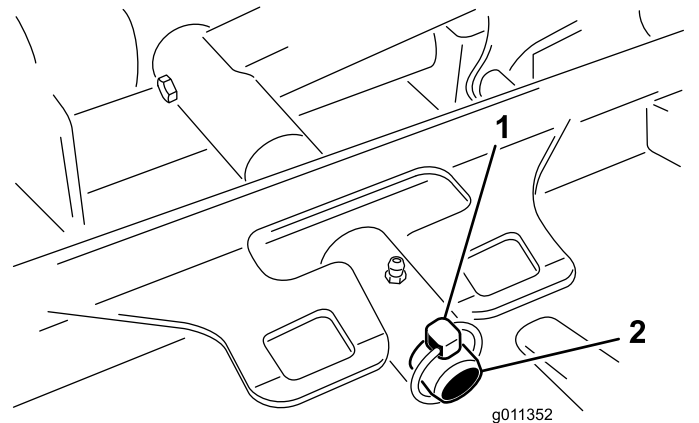

図 79
- カッティングユニットのキャリアフレームを昇降アームのピボットピンに固定しているリンチピンランドマスター4500またはリテーナナットランドマスター4700を外す 図 79。
2. カuttingユニットのキャリアフレームを昇降アームのピボットピンにセットする 図 79。Cuttingユニットをピンに取り付けるリンチピングランドマスター 4500またはリテーナナットグランドマスター 4700を使用する。